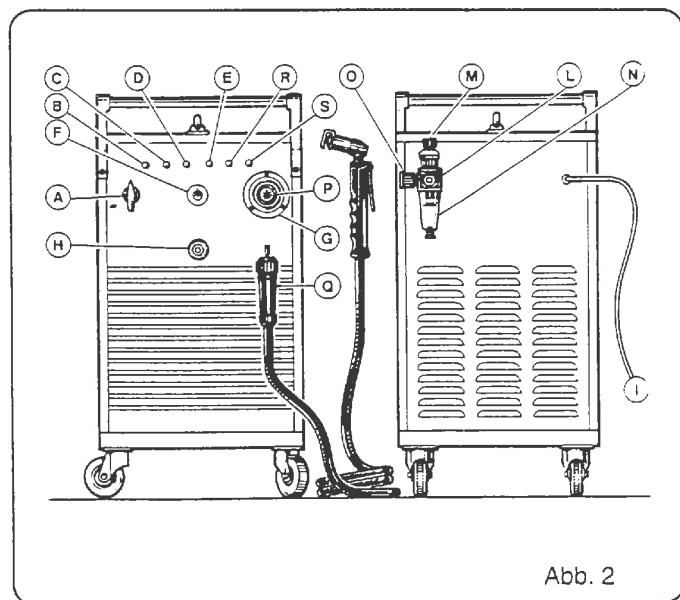

Abb. 2
b) Im Fall eines beweglichen Anschlusses mit Stecker muß dieser einen den Angaben auf dem Leistungsschild entsprechenden Nennstrom aufweisen. In diesem Fall muß der Stecker zum allpoligen Trennen der Maschine vom Netz verwendet werden, nachdem zuvor der Schalter A (Abb. 2) in Schaltstellung „0“ gebracht wurde.
Auf den Wicklungen des Leistungstransformators angebrachter Schutzschalter zur Vermeidung von thermischer Überlastung; bei Ansprechen leuchtet die Kontrollleuchte **C** auf (siehe Abb.2).
Befindet sich auf der Luftleitung im Gerät und verhindert, daß die Maschine mit ungenügendem Luftdruck arbeitet. Wenn der Druckwächter anspricht; leuchtet die Kontrollleuchte **D** auf (siehe Abb. 2).
(siehe Abb.2) angezeigt.